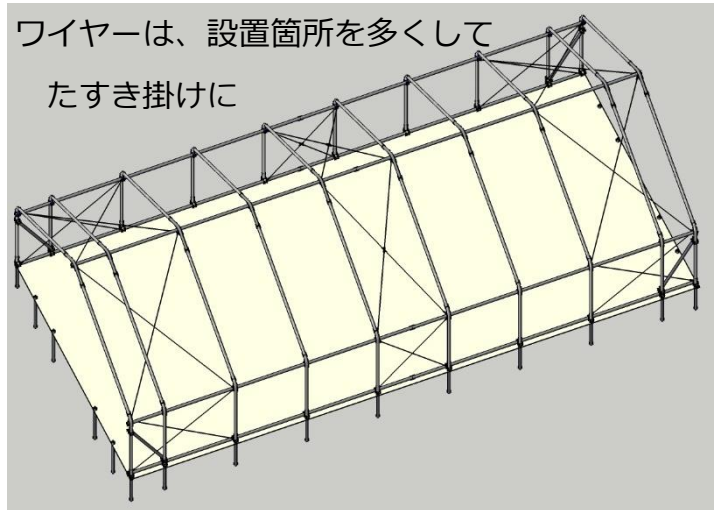

図 7-7 クロス型に設置したワイヤー
**A10** 太さにもよりますが、ワイヤーの場合は強度が落ちるので、設置する数を多くする必要があります。また、ワイヤーやブレースは引く力には耐えられますが、押す力には変形して耐えられません。必ず、たすき掛け(X字型、クロス型)に設置します(図7-7)。